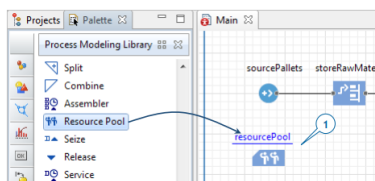

Рисунок 11.1 – Палітра бібліотеки моделювання процесу
1. На палітрі *Process Modeling Library* перетягніть блок *ResourcePool* на головну діаграму. Вам не потрібно під’єднувати блок до блок-схеми (рис. 11.1).